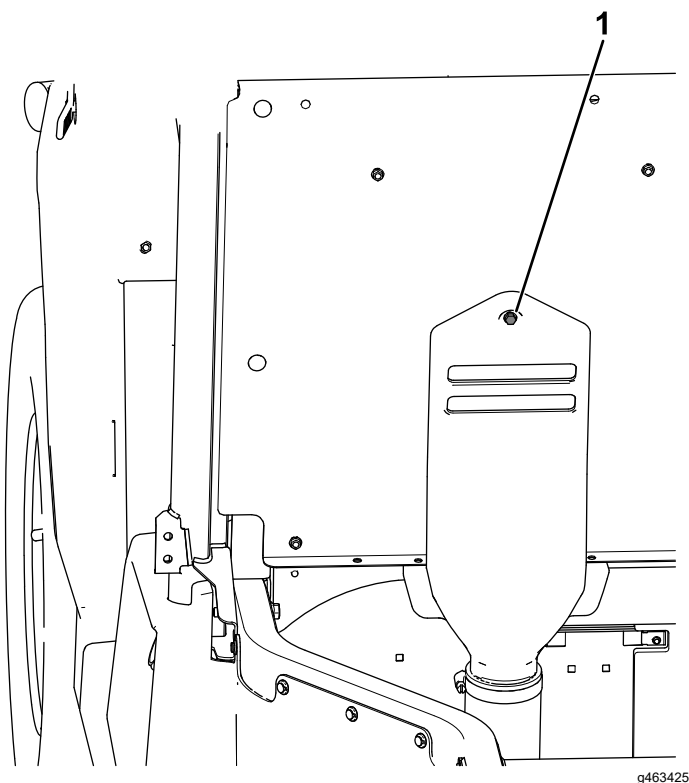

Figure 66
- F. Insérez le boulon captif fixé au capot d'admission CVT dans le trou du panneau de siège indiqué (Figure 66).